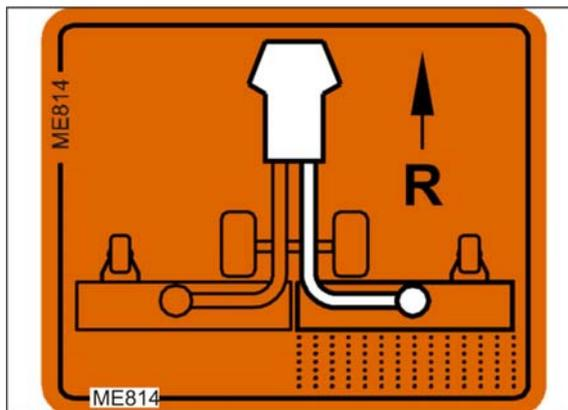

Fig. 197
4. Den Hebel nach links (Fig. 197/2) umlegen und arretieren: